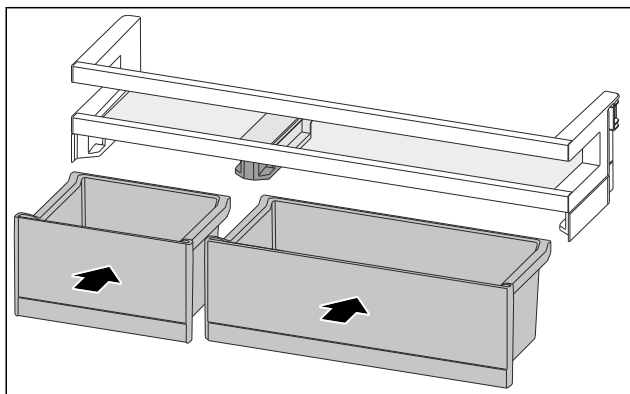

Fig. 127
- Umetnite kutije VarioBox izmijenjenim redoslijedom. (pogledajte Fig. 127)